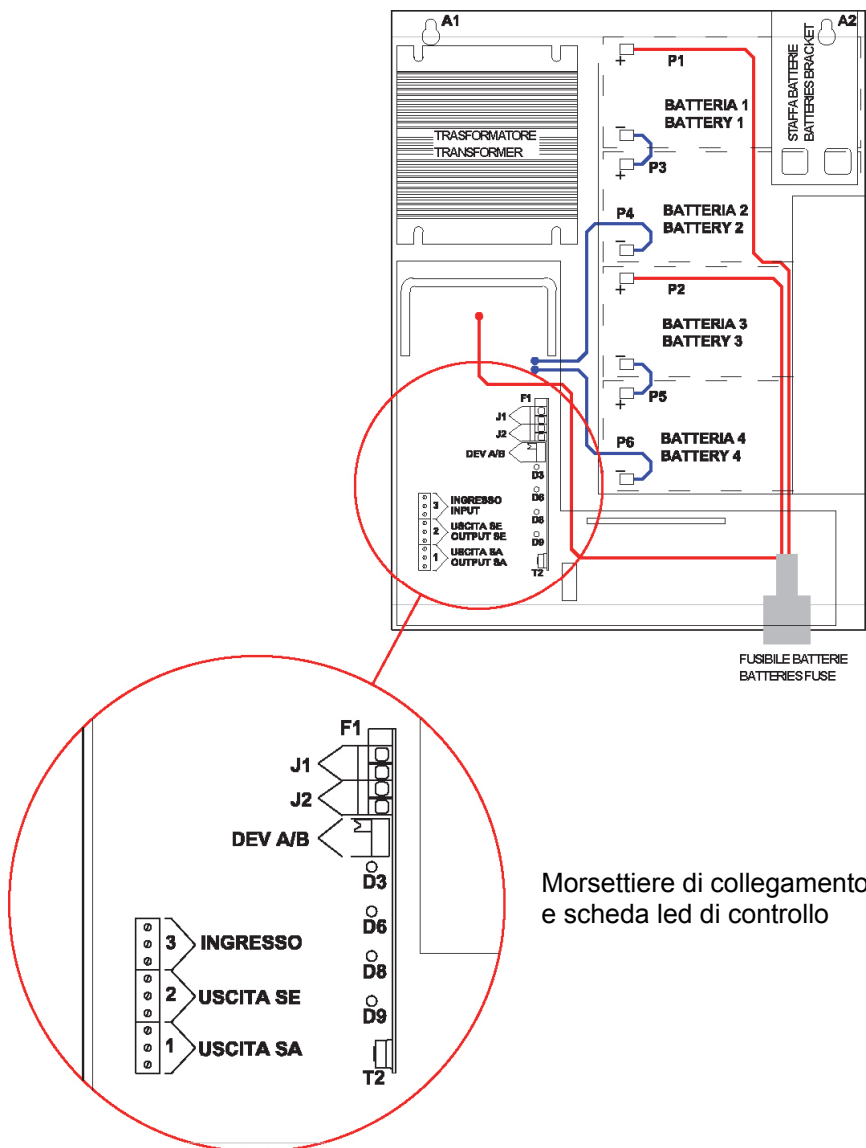

Fig.4
- Per evitare che il soccorritore venga spostato orizzontalmente lungo la barra e possa così sganciarsi accidentalmente, si suggerisce di effettuare il fissaggio tramite viti a pressione in corrispondenza dei fori A1 e A2 riportati in fig.4 a pag.7.